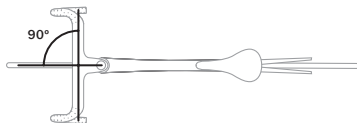

Abb. 1.6: Korrekte Ausrichtung von Lenker und Sattel.
- Stelle sicher, dass der Lenker im 90-Grad-Winkel zum Laufrad steht (siehe Abb. 1.6).
- Stelle sicher, dass der Sattel mit dem Oberrohr des Fahrrads eine Linie bildet (siehe Abbildung 1.6).